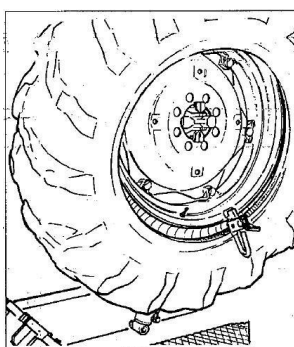

Fig. 7.14
- 19) Lyft hjulet igen och fäst PC-klämman utanför den andra vulsten cirka 20 cm till höger om ventilen. (Se fig. 7.14)